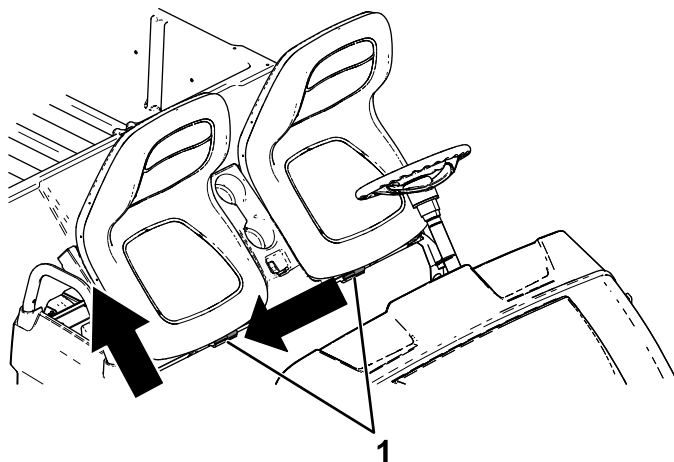

Рисунок 2
2. Сдвиньте сиденье в сборе в сторону, чтобы снять его со штифтов, и поднимите его вверх (Рисунок 2).